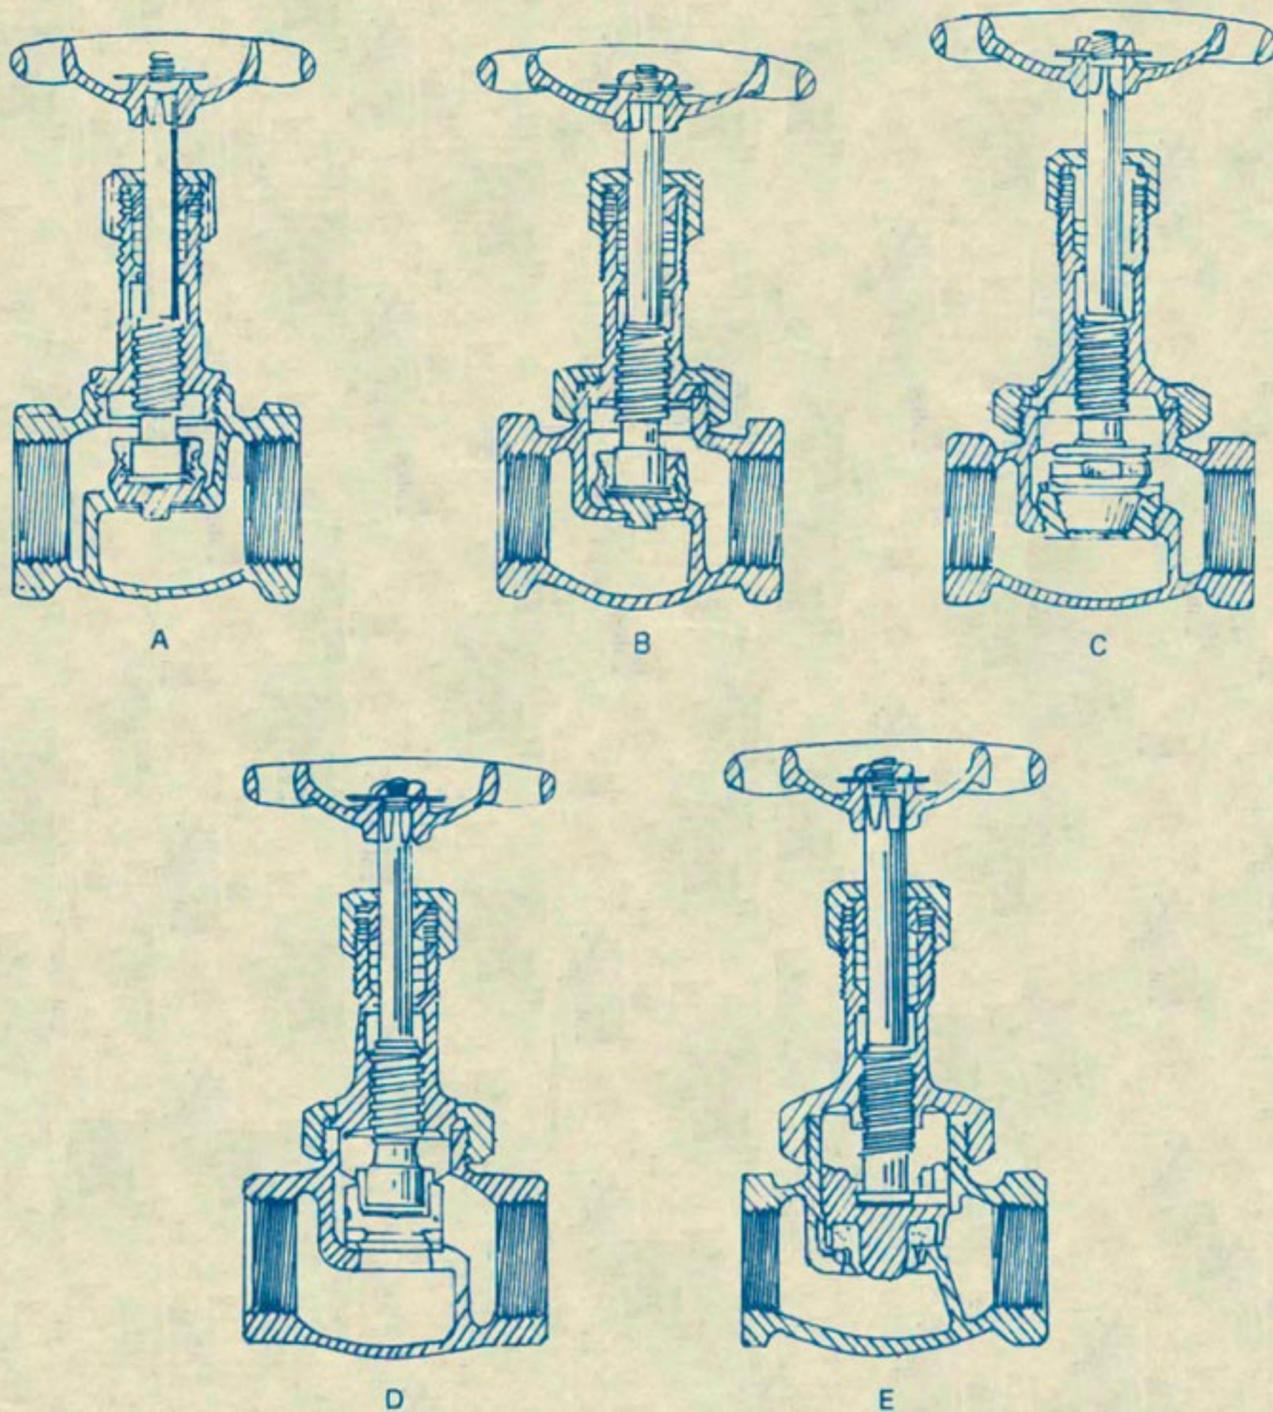

Figura 16
Figura 16. Válvulas de globo de bronce: (A) Válvula de globo con casquete roscado. (B) Válvula de globo con casquete de unión, reesmerilable. (C) Válvula de globo "Renowo" (renovable) del tipo tapón. (D) Válvula de globo con asiento plano de 600 grados de dureza Brinell. (E) Válvula de globo con disco no metálico.